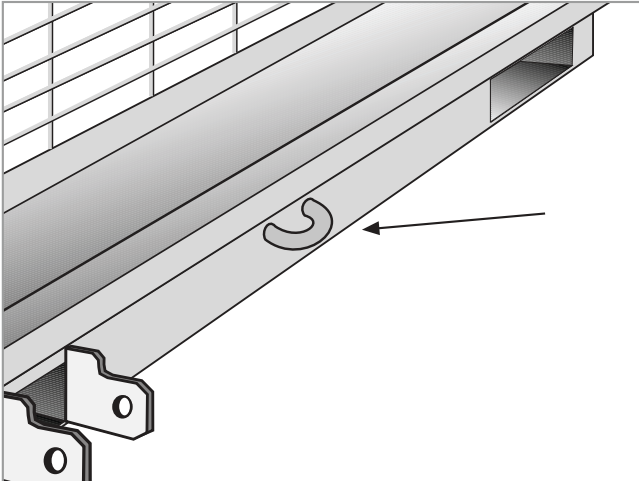
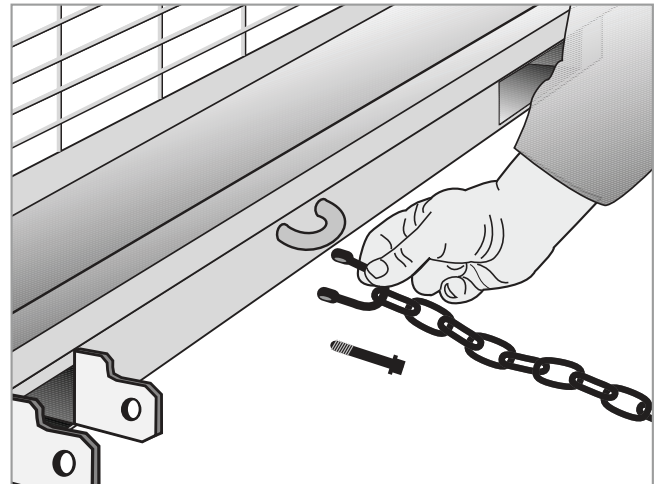

Fig. 5.2.7
Fig. 5.2.8
- Attacher la chaîne à l'anneau situé sur le côté enclenchable du conteneur (**fig. 5.2.7**) à l'aide du trépied (**fig. 5.2.8** et **5.2.9**) en serrant bien la vis qui le ferme ; à ce stade, il est possible d'enclencher le conteneur pour le fixer aux pales.